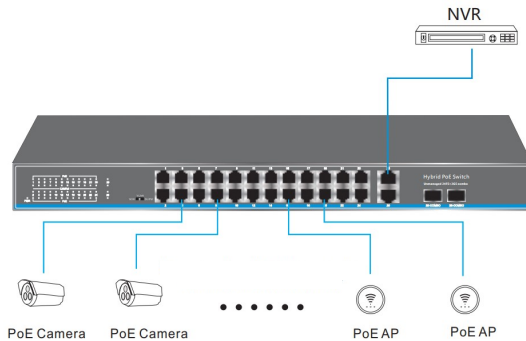

Рисунок 5.
- Посредством сетевых кабелей подключите IP-видеокамеры с питанием PoE к портам Ethernet (см. рисунок 5).
- Возьмите оптоволоконный разъём и плавно вставьте его в гнездо порта SFP коммутатора (см. рисунок 5).
- Используйте порты Uplink для подключения к ним компьютеров или IP-видеорегистраторов (см. рисунок 5).